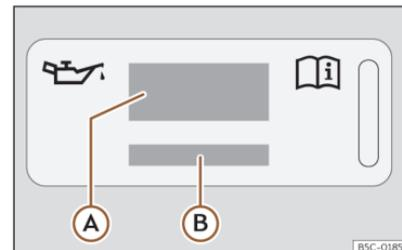
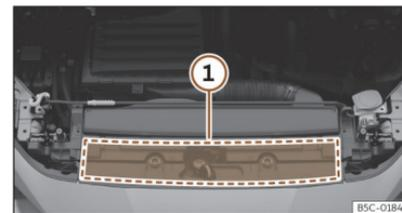

Abb. 213 Im Motorraum: Aufkleber mit Motoröl-Spezifikationen
Abb. 214 Im Motorraum: Position des Aufklebers mit Motoröl-Spezifikationen
Legende zur >>> (Abb. 213):
Wenn Motoröl nachgefüllt werden muss, ver-wenden Sie eines der auf dem Aufkleber ange-gabenen Motoröle >>> (Abb. 213). Der Aufkle-ber mit der vorgeschriebenen Motoröl-Norm befindet sich im vorderen Bereich des Motor-raums >>> (Abb. 214) ①. Bei Verwendung des empfohlenen Motoröls kann das Motoröl so oft wie erforderlich nachgefüllt werden.
- Wenn der Aufkleber mit den Motoröl-Spezifikationen >>> (Abb. 213) fehlt, wenden Sie sich an einen Fachbetrieb.